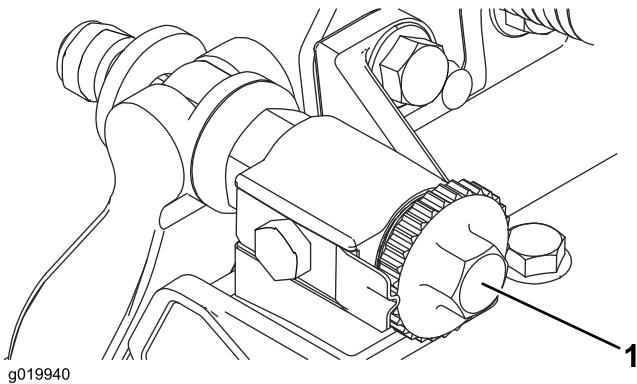

Рисунок 8
- Установите режущий блок на ровной горизонтальной поверхности. Поверните регулировочные винты планки неподвижного ножа против часовой стрелки, чтобы планка не касалась барабана (Рисунок 8).